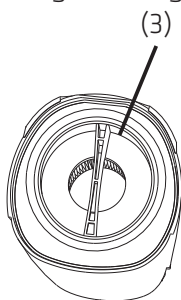
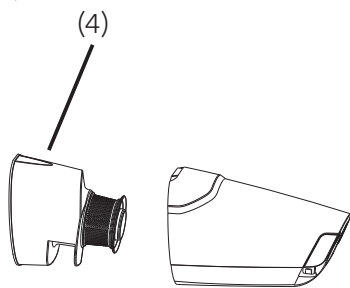
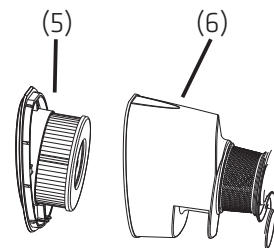

Fig. 6-2a
Fig. 6-2b
Fig. 6-2c
2) Ta tag i filterhandtaget (3) och ta bort filterstödenheten (4) ur dammbehållaren, töm sedan dammbehållaren och skölj den med vatten. Torka slutligen av det kvarvarande vattnet på dammbehållaren. (se Fig. 6-2a/ Fig. 6-2b/ Fig. 6-2c)
3) Ta tag i filterhandtaget (3) och dra ut filterenheten (5), rengör den sedan och skölj den med vatten. Torka slutligen av det kvarvarande vattnet på filtret, och du kan bara använda det efter att ha torkat naturligt.
4) Rengör filtret (5) med vatten när apparaten fungerar dåligt, torka det helt efter rengöringen. (se Fig. 6-2a/ Fig. 6-2b/ Fig. 6-2c)